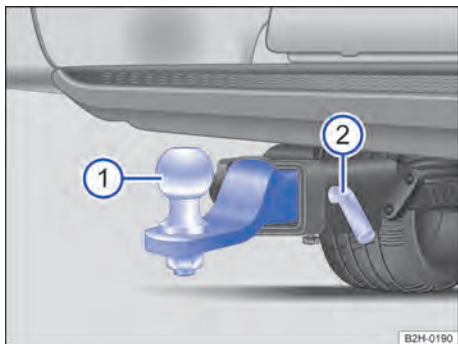

Fig. 83 Sob o para-choque traseiro: montar a rótula de engate.
- Empurrar a rótula de engate ⇒ Fig. 83 ① até o batente no alojamento.
- Empurrar o pino de travamento ② no alojamento e travar com o pino de bloqueio ⇒ .